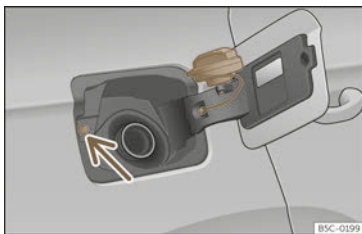

Abb. 210 Tankklappe mit aufgestecktem Tankverschluss.
- Platzieren Sie den Verschluss in der Aussparung, die sich im Scharnier der geöffneten Tankklappe befindet >>> (Abb. 210).
Nicht den Taster für Tankdeckelverriegelung >>> (Abb. 210) (Pfeil) berühren. Das System